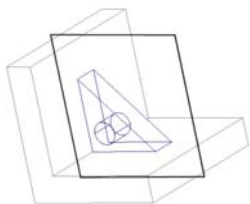

图 7.3.11 操作过程 (一)
(1) 模型中图 7.3.11 所示的参考平面变亮, 在系统以参考颜色为曲面输入提示: 的提示下, 可输入提示信息 cen, 按回车键。